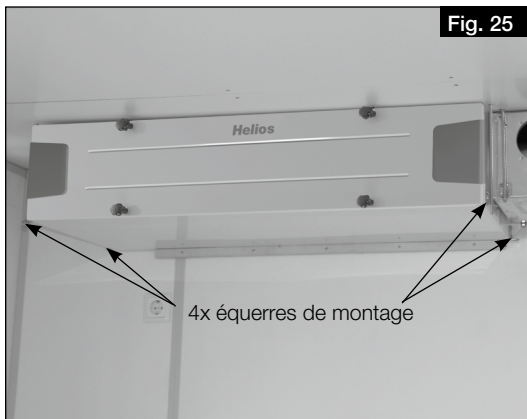
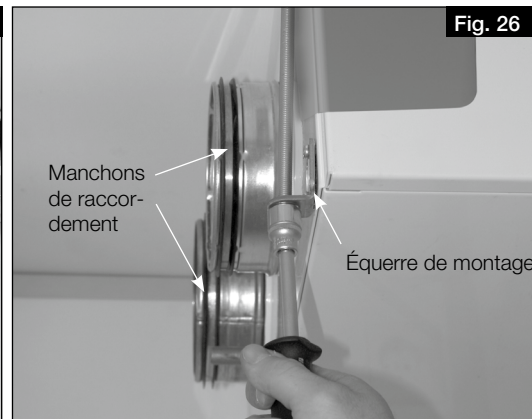

Fig. 25
Fig. 26
2. Fixer l'équerre de montage avec des amortisseurs de vibrations (4x ; inclus dans la livraison) aux parois latérales inférieures avec des vis (voir Fig. 25 et Fig. 26).
3. Fixer l'unité au plafond à l'aide de tiges filetées M8 (voir Fig. 26).